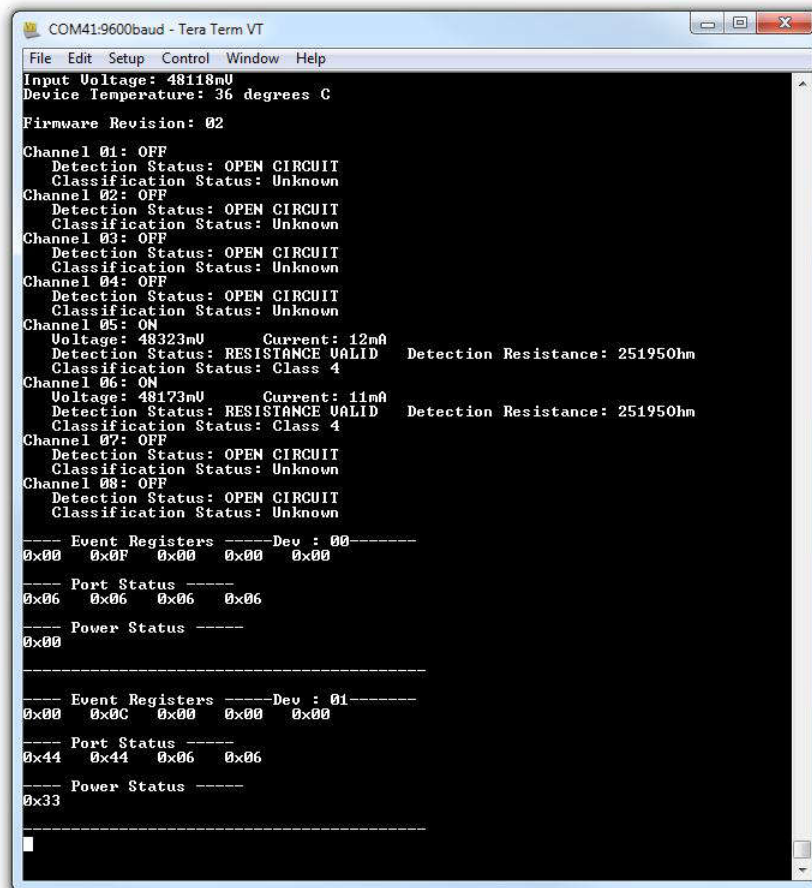

图 3-7. 具有已连接端口的终端响应
10. TPS23881B1EVM 现在会等待 PD 负载进行安装。在端口安装时，系统会自动检测端口，对端口进行分类，并为端口加电，如图 3-7 所示。屏幕上大约每 10 秒钟会更新一次端口状态。